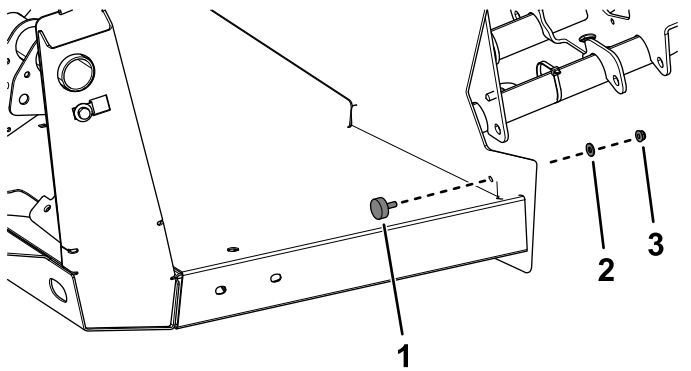

Bild 24
5. Befestigen Sie einen Gummianschlag mit einer Scheibe und Bundmutter ($\frac{1}{4}"$) an jeder Seite (Bild 24).